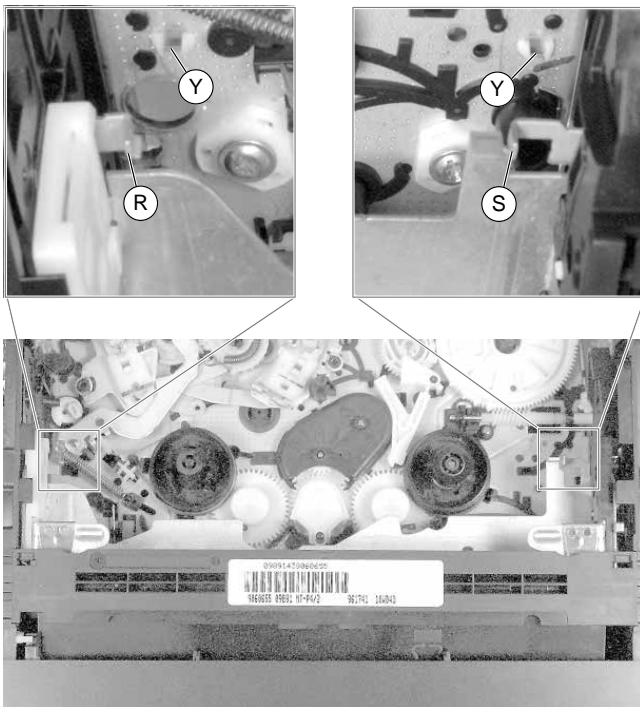
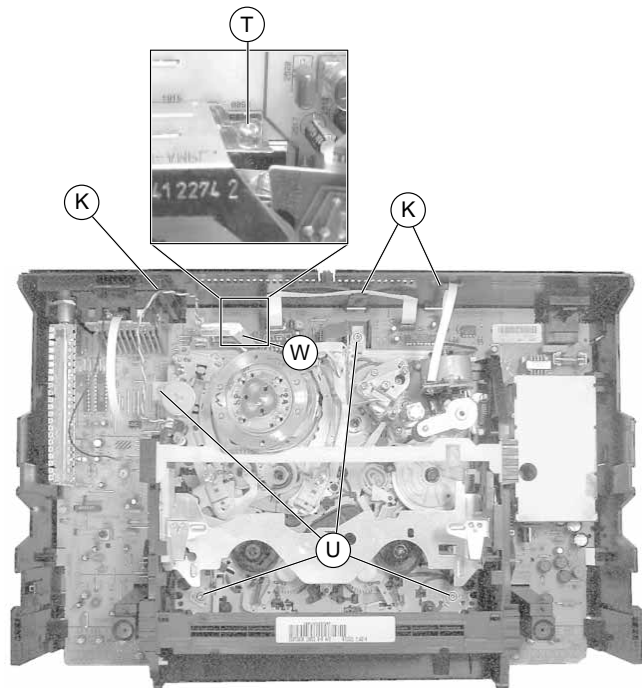

Fig. 5
Fig. 6
- Arretierungen (R) und (S) (Fig. 5) des Cassetenschachtes lösen und diesen dabei so weit nach innen schieben, bis die vorderen 2 Schrauben (U) (Fig. 6) zugänglich sind.
- 4 Schrauben (U) (Fig. 6) herausdrehen.
- 3 Kabel (K) (Fig. 6) aus den Haltern der Geräterückseite nehmen und frei legen.
- Release the locks (R) and (S) (Fig. 5) of the cassette compartment and move it inwards to gain access to the two front screws (U) (Fig. 6).
- Undo the 4 screws (U) (Fig. 6).
- Release the 3 cables (K) (Fig. 6) from their holders on the rear side of the cabinet so that they are free.
- 4 Schrauben (U) (Fig. 6) hineindreihen.
- Kabel (K) (Fig. 6) in den Haltern der Geräterückseite einlegen.
- Arretierungen (R) und (S) (Fig. 5) des Cassettenschachtes lösen und diesen dabei so weit nach innen schieben, bis die Schrauben (U) (Fig. 6) zugänglich sind.
- 4 Schrauben (U) und Masseschraube (T) (über die Bohrung der Geräterückwand zugänglich) herausdrehen (Fig. 6).
- Abschirmblech (W) (Fig. 6) nach hinten biegen.
- Rastnasen (Y) (Fig. 5) lösen und Laufwerk aus dem Gerät nehmen.
- Nach dem Einbau des Laufwerks ist die Masseverbindung zwischen Chassisplatte und Laufwerk durch Eindrehen der Masseschraube (T) (Fig. 6) herzustellen.
- Tighten the 4 screws (U) (Fig. 6).
- Fasten the cables (K) (Fig. 6) with the holders on the rear side of the cabinet.
- Release the locks (R) and (S) (Fig. 5) of the cassette compartment and move it inwards to gain access to the screws (U) (Fig. 6).
- Undo the 4 screws (U) and the earthing screw (T) (accessible through the hole of the cabinet rear side) (Fig. 6).
- Push the shielding plate (W) (Fig. 6) to the rear.
- Disengage the locking lugs (Y) (Fig. 5) and remove the Drive Mechanism.
- After having re-fitted the Drive Mechanism, re-establish the chassis connection between the Chassis Board and the Drive Mechanism by tightening the earthing screw (T) (Fig. 6).